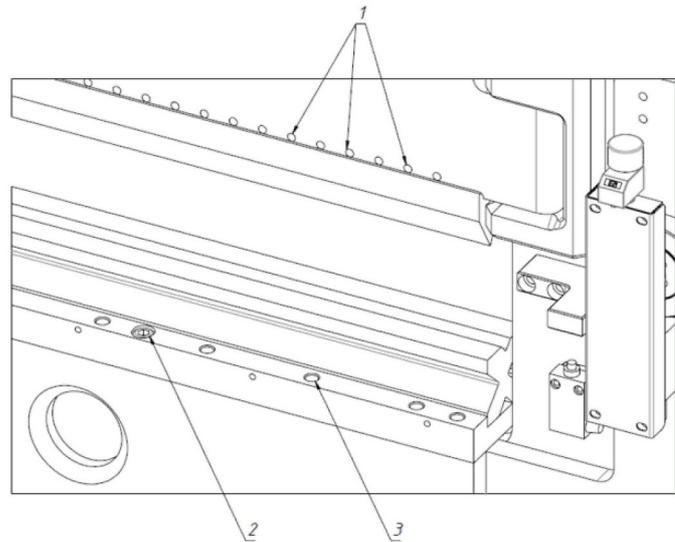

Abb. 20: Austausch von Matrizen und Stempeln
- Schritt 2: Legen Sie den Griff des Stempels in den Sitz des oberen Balkens der Presse und die Matrize in den Kanal des unteren Balkens. Befestigen Sie diese beiden Teile mit Schrauben (Abb.20).
Schritt 11: Wenn sich nach dem Biegen herausstellt, dass das Blech über seine Länge unterschiedliche Winkel aufweist, sollte der Tisch justiert werden, und die Matrize muss parallel zum Stempel eingestellt werden. Dies geschieht durch Lösen der Befestigungsschrauben (Abb. 20, Pos. 2) und Einstellen der Positionierschrauben (Abb. 20, Pos. 3). Nachdem die Parallelität eingestellt ist, werden die Befestigungsschrauben (Abb. 20, Pos. 2) wieder angezogen und ein weiterer Biegeversuch durchgeführt. Wenn die Ergebnisse nicht zufriedenstellend sind, wiederholen Sie den Schritt 11.